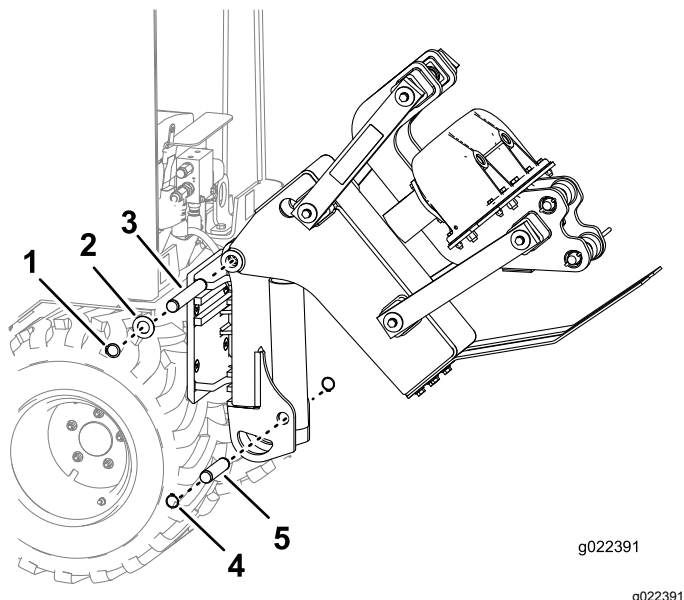

Figura 5
1. Sujete el conjunto del arado a la parte superior del conjunto de giro, y sujete todo con el pasador de elevación, 2 arandelas, y 2 anillos de retención (Figura 5).
2. Sujete la parte inferior del conjunto del arado al conjunto de giro con el pasador y 2 anillos de retención (Figura 5).